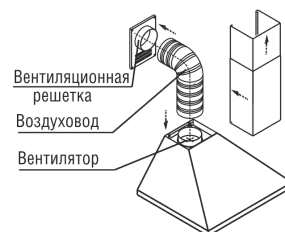
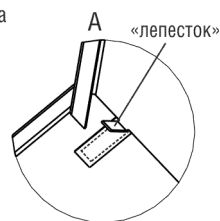

рис. 8
рис. 11
6.5. В зависимости от режима эксплуатации вытяжки соедините вентилятор (при помощи переходника) КВ «Оптима 50/60П(Н)-400-ПЗЛ», «Оптима 50/60П(Н)-400-КЗЛ» с вентиляционной решеткой воздухопроводом (рис. 8) или установите на вентилятор угольные фильтры.
6.7 Установите фальштрубы (рис. 8, 9). Выдвиньте верхнюю фальштрубу, (рис. 11) и прикрепите ее самонарезающими винтами к кронштейну. На вытяжки «Оптима 50/60П(Н)-400-ПЗЛ», «Оптима 50/60П(Н)-400-КЗЛ», «Оптима Wood 60П-430-ПЗЛ» устанавливается только одна нижняя фальштруба.
- будьте осторожны при установке фальштруб (рис. 8), не повредите поверхности из нержавеющей стали. Их легко поцарапать.